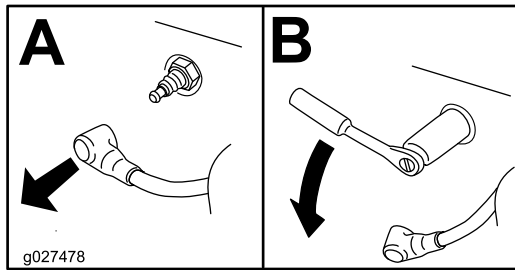

Figure 38
3. Enlevez la bougie (Figure 38).